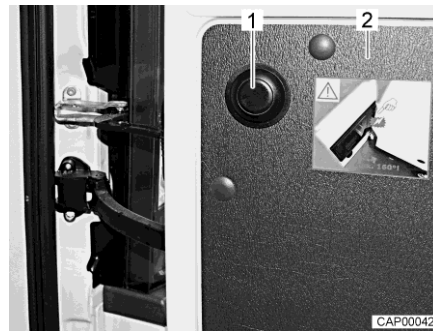

Fig. 15 Pulsador para desbloquear el límite
- Abrir la puerta trasera (Fig. 15,2) hasta el tope.
- Pulsar el pulsador (Fig. 15,1), sujetar la puerta trasera y continuar abriéndola con precaución.